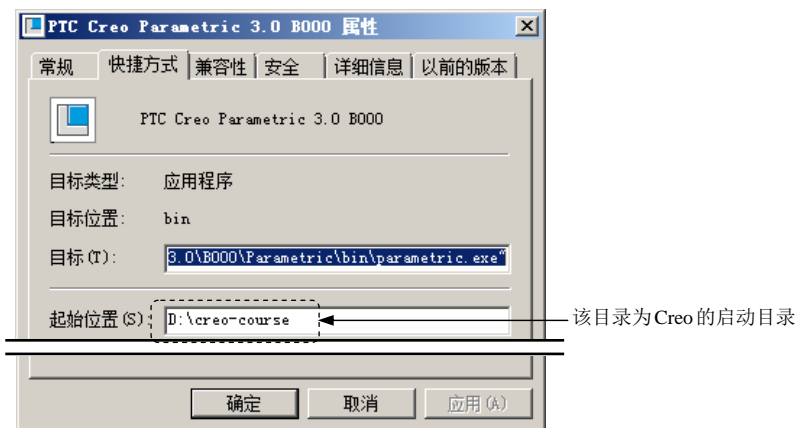

图 2.1.2 “PTC Creo Parametric 3.0 B000 属性”对话框
Step2. 这时桌面上弹出图 2.1.2 所示“PTC Creo Parametric 3.0 B000 属性”对话框，单击对话框的 **快捷方式** 选项卡，然后在 **起始位置(S):** 文本框中输入 D:\creo-course，并单击 **确定** 按钮。